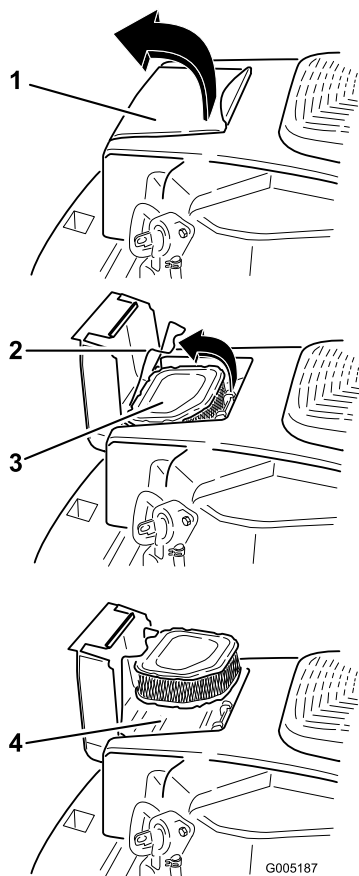

Figura 27
1. Abra la tapa del limpiador de aire en la carcasa del soplador para acceder al filtro del limpiador de aire (Figura 27).
2. Abra el enganche y retire el filtro del limpiador de aire (Figura 27).